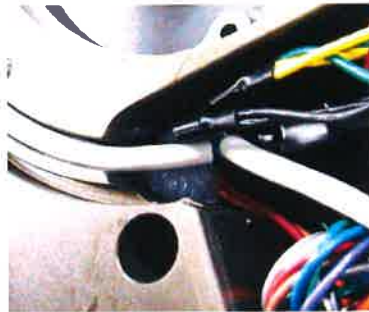

Fig. 8
4) 此时请用硅胶固定电气部件ASSY附带的电容器。(请参阅Fig. 8)
使用的润滑脂为EPINOCK润滑脂(日本石油)或SUMITEC731(住矿润滑脂)或等同品, 在外部滑动面上涂上一薄层。涂抹位置如图8所示。